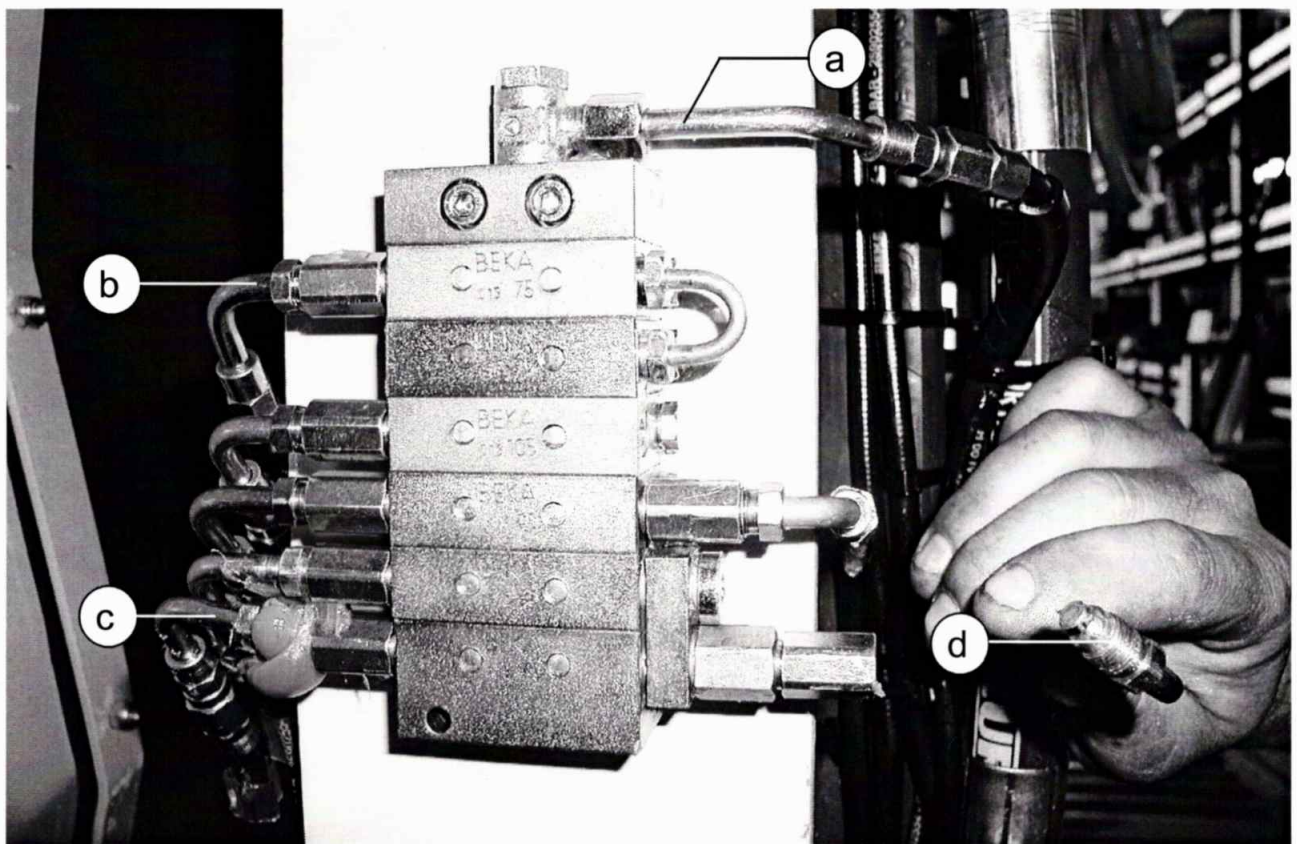

fig. 9.2.2
- 1) **individuare il distributore principale (master)** (mostrato in fig. 9.2.2) che è direttamente collegato alla pompa tramite un tubo siglato con il numero 1 (particolare (a) di fig. 9.2.2);
- 2) **scollegare uno alla volta i tubi che partono dal master** e che vanno ad alimentare i vari distributori periferici, finché non si individua un tubo (che si presenta irrigidito e leggermente ingrossato) (indicato dal particolare (c) di fig. 9.2.2) da cui fuoriesce una quantità di grasso superiore agli altri (ad esempio quello indicato dal particolare (d) di fig. 9.2.2) (dopo qualche secondo il lampeggiante si spegne);